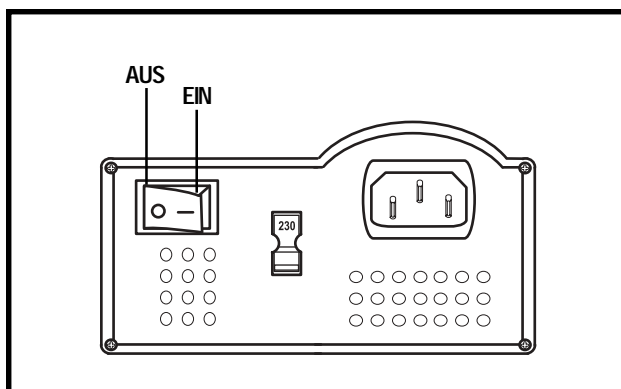

Abb. 8A. Ladegerät Ein/Aus Schalter
5. Achten Sie darauf, dass der Ladegerätschalter ausgeschaltet ist. Siehe Abb. 8A.